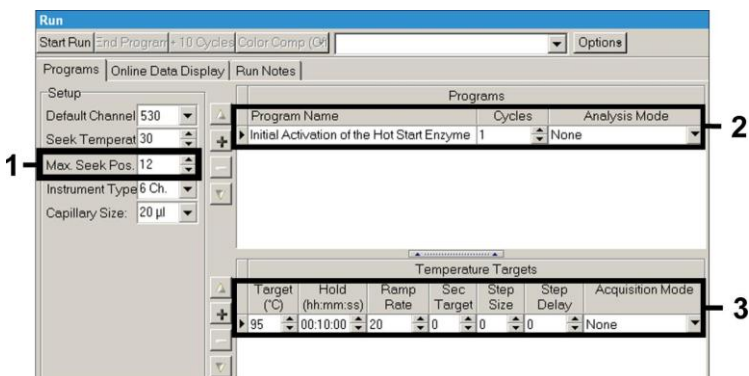

Fig. 8: Activación inicial de la enzima *hot-start*.
A continuación, para la detección del ADN del CMV, cree un perfil de temperatura en el instrumento *LightCycler 2.0* siguiendo los cinco pasos indicados a continuación (consulte la Fig. 8--12).
- A. Activación inicial de la enzima *hot-start* (arranque en caliente) Fig. 8
Asegúrese de introducir primero el número de tubos capilares preparados para esta serie de PCR (*Max. Seek Pos.* [Posición máxima de búsqueda], consulte la Fig. 8).